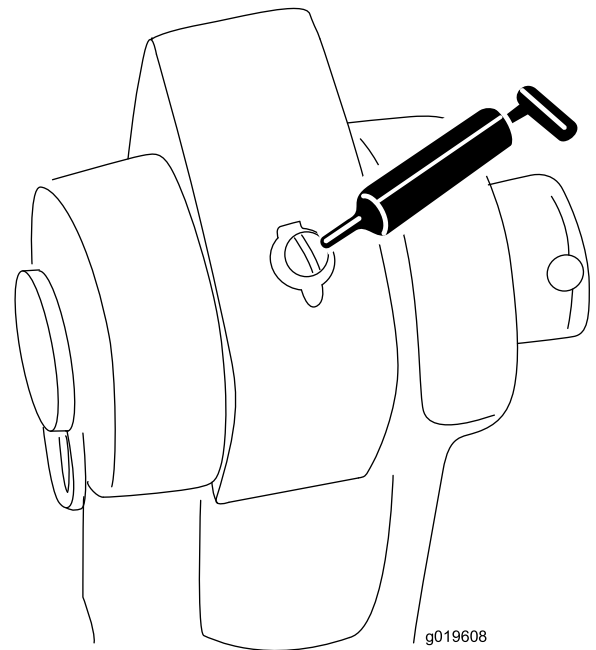

Figure 17
- Pivots de vérin (quantité 2) – Figure 17